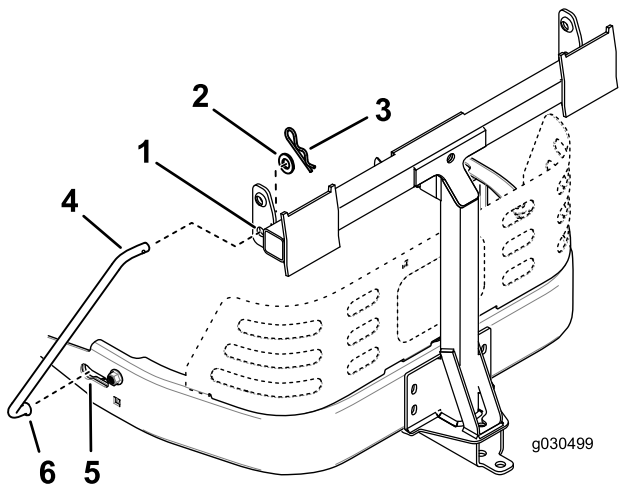

**Figure 17**
3. Apposez l'autocollant de la barre d'attelage à 1,3 cm sur la gauche du support de fixation d'accessoire (Figure 17)